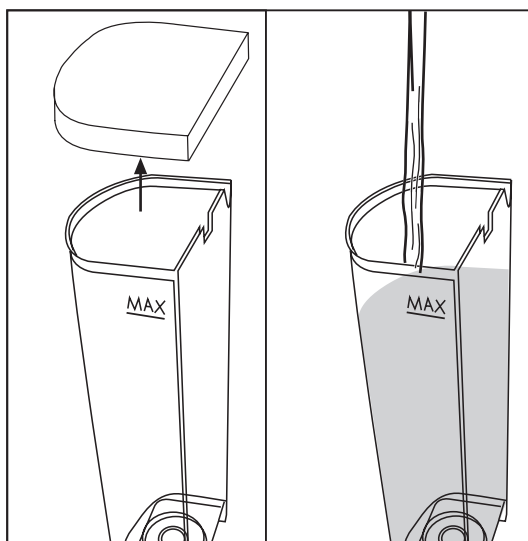

Fig. 2
- Retire la tapa y llene el depósito con agua fresca para un máximo de 1 l. **(Fig.2)**